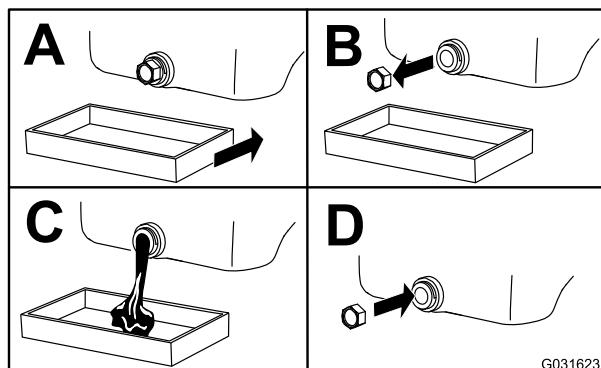

Figura 18
4. Cambie el aceite como se muestra en (Figura 18).